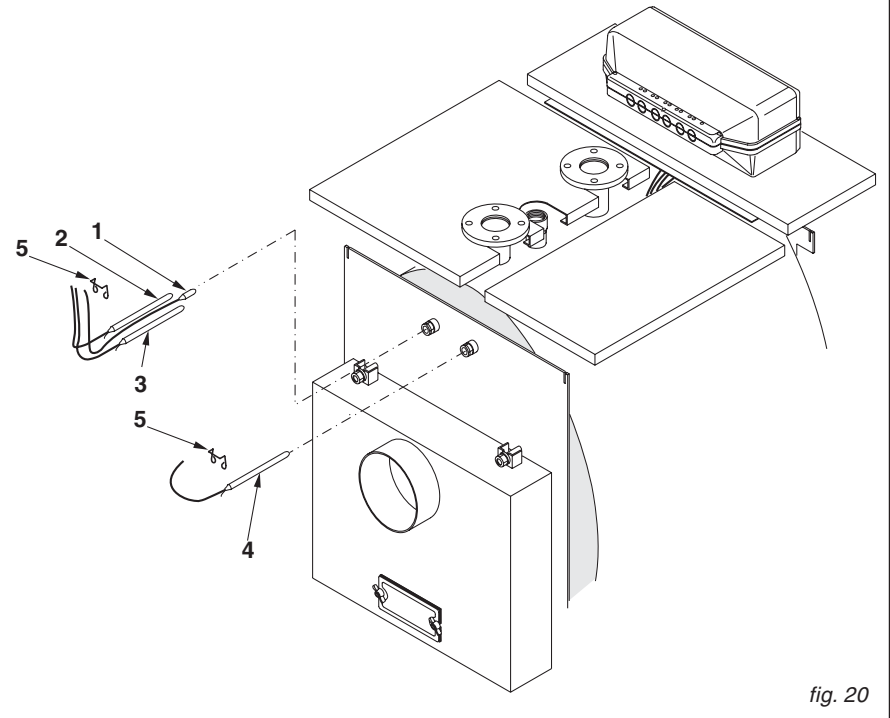

fig. 20
F) Inserire nelle guaine i bulbi degli strumenti come indicato in fig. 20 ed eseguire il collegamento elettrico del pannello comandi alla linea di alimentazione, al bruciatore ed alle eventuali pompe, etc.